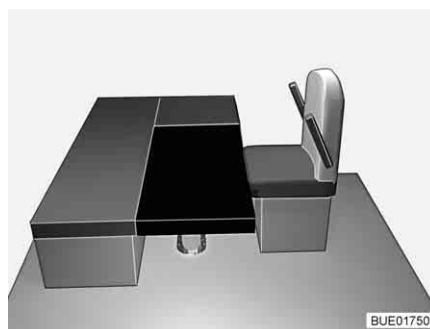

Fig. 116 Après la transformation
- Poser le coussin supplémentaire rectangulaire sur la table (devant les coussins d'assise de la banquette, voir Fig. 116).